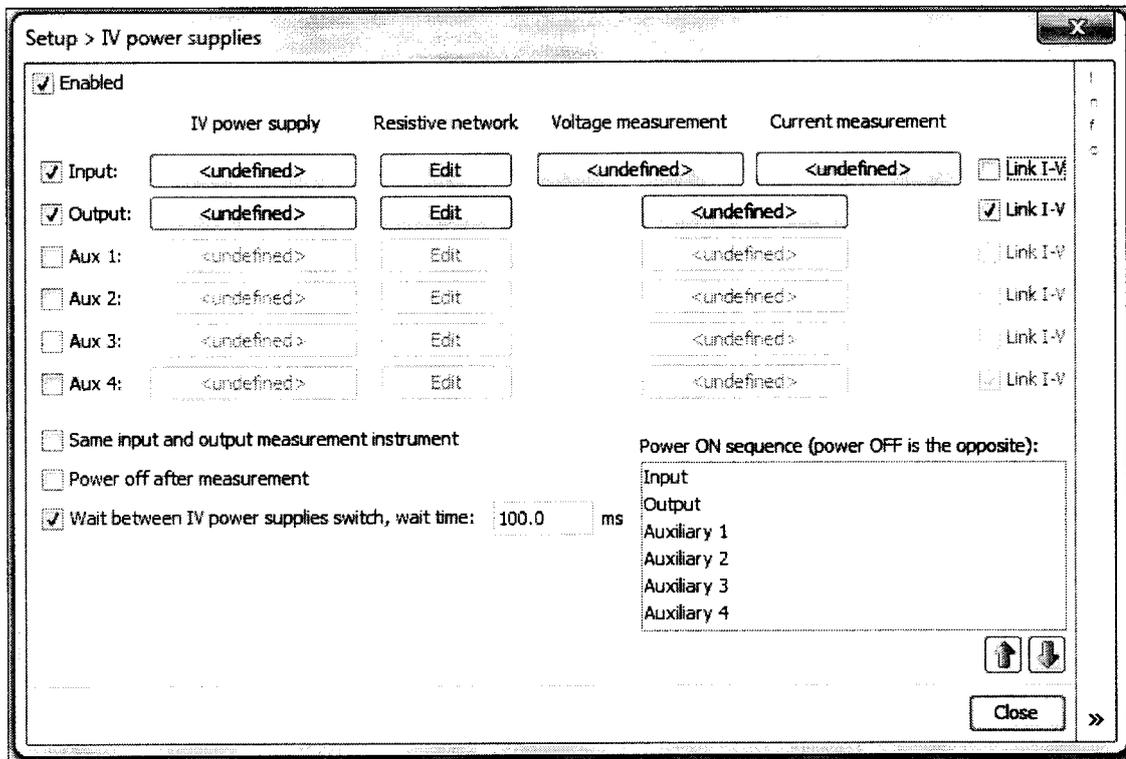

Рисунок 7.5.2 – Окно Setup > Power supplies, конфигурация для измерения напряжения и силы тока зондом стока
7.5.2 В окне Setup, Power supplies (рисунок 7.2.6), снять метку Link I-V справа в строке Input (рисунок 7.5.2).
7.5.3.1 Нажать клавишу Unfind на пересечении IV power supply / Input (рисунок 7.5.2), при этом появится окно Setup>Power supplies>Input generator.
7.5.3.2 Нажать клавишу Unfind на пересечении IV power supply / Output (рисунок 7.5.2), при этом появится окно Setup>Power supplies>Output generator.
7.5.3.3 Нажать клавишу Undefined на пересечении Input / Voltage measurement (рисунок 7.5.2), при этом появится окно Setup>IV power supplies>Output voltage measurement.
7.5.3.4 Нажать клавишу Undefined на пересечении Input / Current measurement (рисунок 7.5.2), при этом появится окно Setup>IV power supplies>Output current measurement.
7.5.3.5 Нажать клавишу Undefined на пересечении Output / Voltage measurement/Current measurement (рисунок 7.5.2), при этом появится окно Setup>IV power supplies>Input measurement.